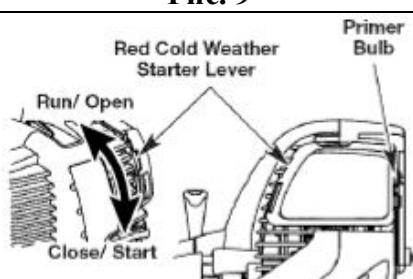

Рис. 10
ПРИ НИЗКОЙ ТЕМПЕРАТУРЕ: при низкой температуре (ниже 40°F (5°C)) переместите красный рычаг запуска двигателя в холодную погоду вниз в закрытое положение и продолжите выполнение операций этапа 3. **НЕ ПЕРЕМЕЩАЙТЕ** рычаг в закрытое положение при температуре выше 40°F. 3. Полностью выжмите и отпустите кнопку подкачки топлива 10 раз. В кнопку должно попасть некоторое количество топлива (Рис. 10). Если видимых признаков появления топлива кнопке не наблюдается, выжмите ее еще несколько раз.
3. Полностью выжмите и отпустите кнопку подкачки топлива 10 раз. В кнопку должно попасть некоторое количество топлива (Рис. 10). Если видимых признаков появления топлива в кнопке не наблюдается, выжмите ее еще несколько раз.